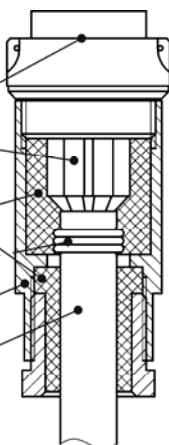

Рис.3 Распайка PC-10
1. Распаять ответную часть разъема PC-10 согласно требованиям к электромонтажу в соответствии с рис.3. После распайки разъем заполнить герметиком кремнийорганическим.